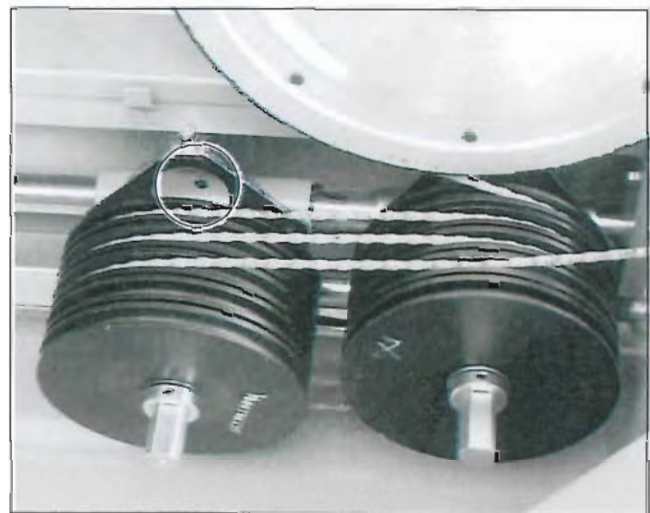

Рис. 8.7 Направляющая накопителя, прессмасленка (смазочный ниппель)
- Проверьте, измерьте, достиг ли обод ролика предела износа (Рис. 8.7)!